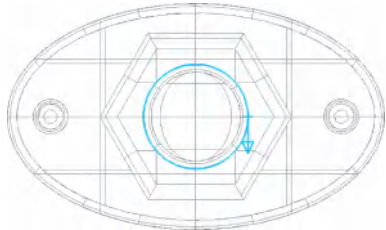

图 8-62 选择加工边界
1) 选择【刀路】/【外形】命令，系统弹出【线框串连】对话框，将视图调整为【俯视图】，选取最大凸半球倒圆角处的圆弧，如图 8-62 所示，单击【确定】按钮。根据箭头指向判断此时刀具补偿为左补偿，单击【确定】按钮.